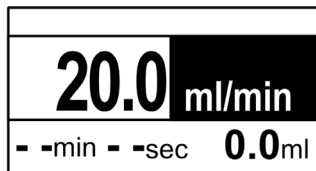

Fig. 29: Unité de débit
4. Presser le bouton rotatif, Fig. 29 apparaît
- si l'arrêt temporisé n'est pas défini (voir Fig. 29)